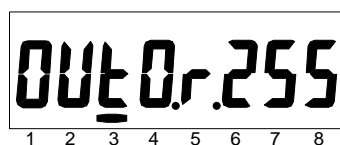

Рисунок 49 - Окно при настройке выхода на режим реле. Реле находится в состоянии «сработало» по причине прямого управления.
При появлении одного из условий срабатывания (сигнала «СРАБАТЫВАНИЕ») реле переводится в состояние «Сработало». В зависимости от настройки «Нормальное состояние контактов» (см. Рисунок 49), контакты реле перейдут в соответствующее состояние. В окне состояния реле будет отображено сообщение вида «Out0.r.YYY», где YYY – код причины срабатывания реле. В текущей модификации счетчика возможны две причины срабатывания реле:
- 255 – прямое управление (см. Рисунок 49);